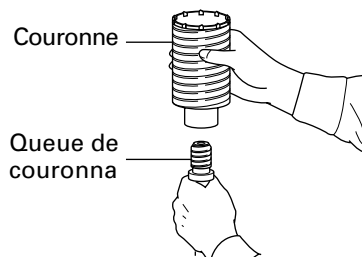

Fig. 12
- (1) Monter la couronne sur la queue de couronne. (Fig. 12) après avoir huilé la partie vissée de la queue de couronne pour faciliter le démontage.